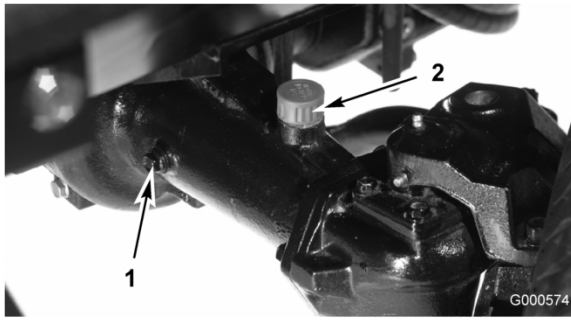

Bild 44
2. Entfernen Sie die Prüfschraube aus einem Ende der Achse (Bild 44) und stellen sicher, dass der Schmierstoff die Unterseite des Lochs erreicht. Entfernen Sie bei niedrigem Ölstand die Füllschraube (Bild 44) und füllen genug Öl